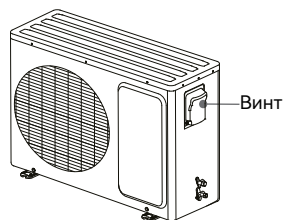

Рис.14
- Отвинтите и снимите кожух электронного отсека (Рис. 14).